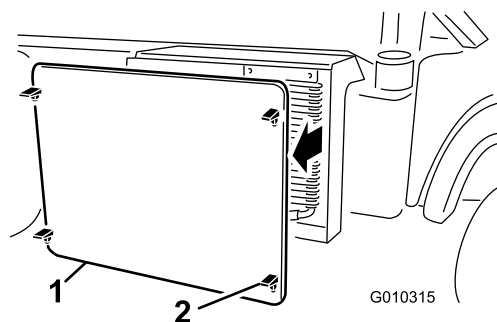

Figure 62
2. Déverrouillez et enlevez l'écran devant le radiateur (Figure 62).